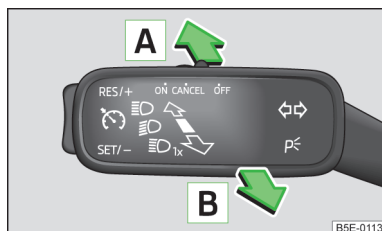

Fig. 28
- Colocar la palanca en posición **A** (posición de suspensión elástica) » fig. 28.
- Si la luz de carretera **está** en ese momento conectada automáticamente, colocar la palanca en posición **B** (posición de suspensión elástica) » fig. 28.